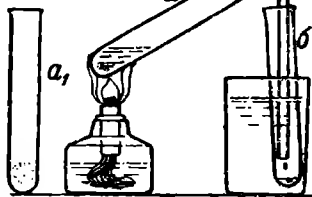

Рис. 151. Получение азотной кислоты в пробирке.
■ **Опыт 1.** В пробирку *a* пробирочника, изображенного на рис. 151, всыпьте селитры, сколько показано на рисунке слева (*a*). Прилейте (осторожно!) столько концентрированной серной кислоты (уд. в. 1,84), чтобы вся селитра была смочена кислотой (размешайте палочкой). Вставьте пробку с трубкой и укрепите пробирку на штативе так, чтобы конец трубки был опущен в пробирку *б*, погруженную в стакан с водой.
Осторожно нагревайте пробирку *a*, пока в пробирке *б* не соберется столько азотной кислоты, сколько показано на рис. 151 или немного больше (1—2 см^3).